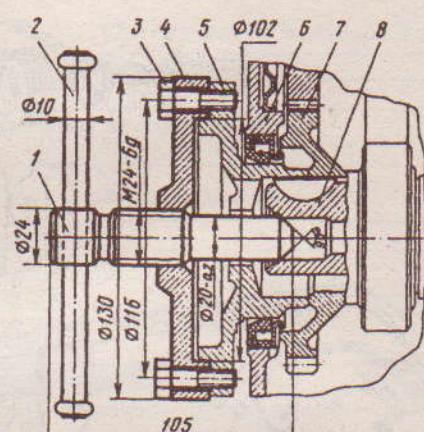

Рис. 2.5. Съемник для снятия центробежного маслоочистителя: 1 – винт съемника в сборе с воротком; 2 – корпус съемника; 3 – коленчатый вал; 4 – шестерня
- ✓ используя стопор 1 (рис. 2.4), устанавливающийся на шпильки картера коленчатого вала, застопорить от проворачивания маховик, отогнуть усик стопорной шайбы болта центробежного маслоочистителя, отвернуть болт, снять стопорную шайбу, маслоотражатель. Используя съемник (рис. 2.5), снять корпус центробежного маслоочистителя;